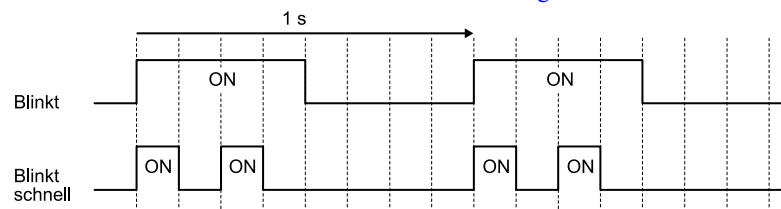

Abbildung 2.7 LED-Blinkzustände
*1 Den Unterschied zwischen Blinken und schnellem Blinken ist unter Abbildung 2.7 beschrieben.